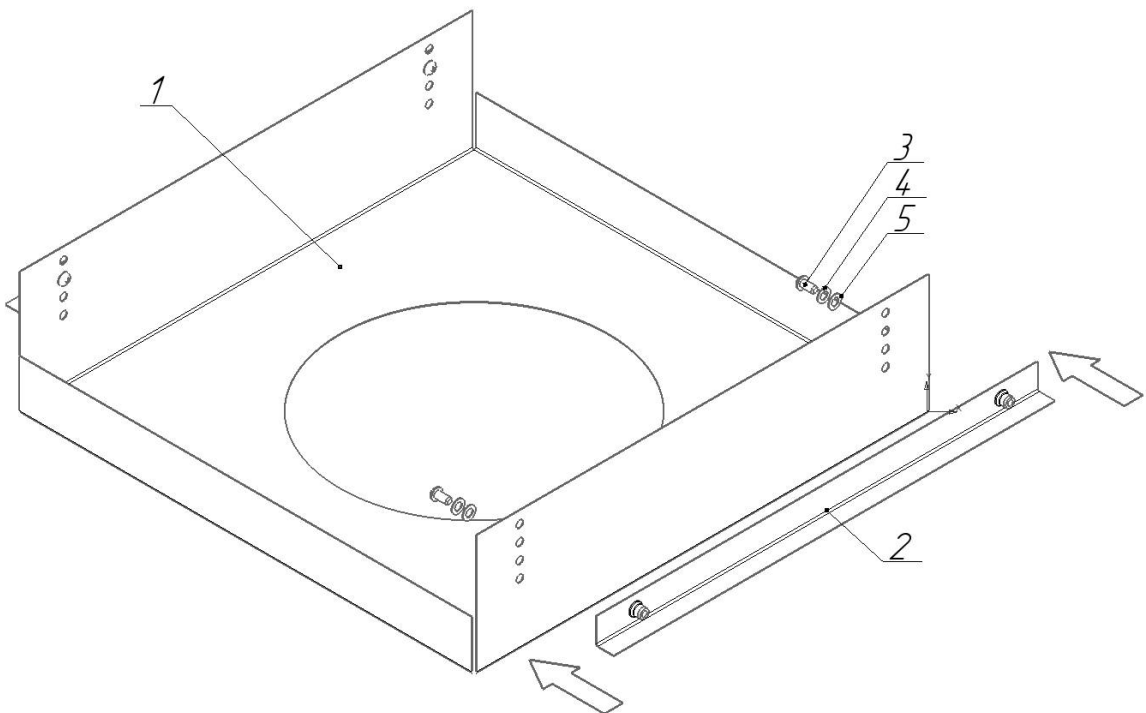

Рисунок 4 - Схема установки светильника в потолок Грильято
5.4.1 Прикрутите уголки к креплению Грильято (см. рисунок 4).